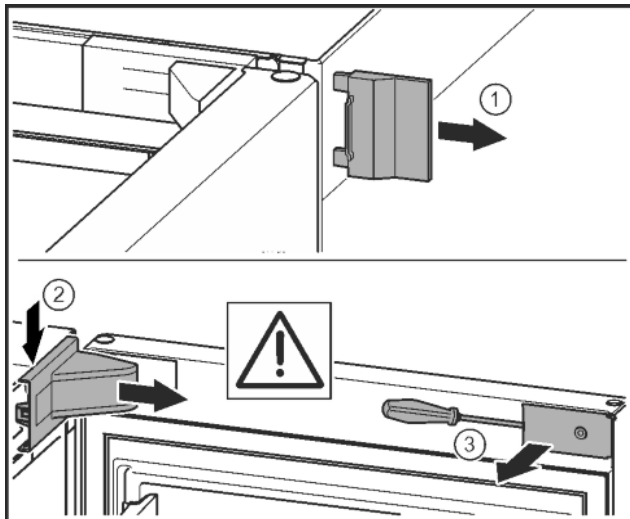

Fig. 10
- Vegye le a külső fedelet. Fig. 10 (1)
- Pattintsa ki és oldja ki a csapágybak fedelét. Vegye le a csapágybak fedelét. Fig. 10 (2)
- Hornyoltfejú csavarhúzóval pattintsa ki a lemezt, és fordítsa oldalra. Fig. 10 (3)